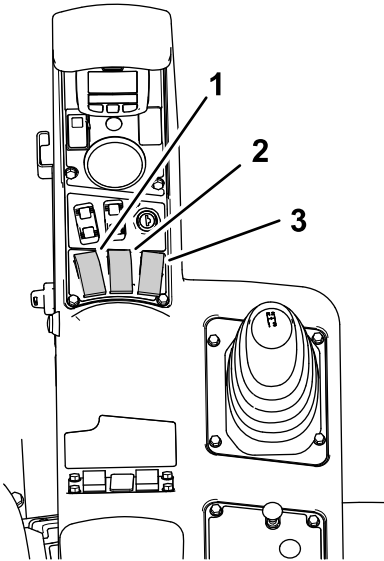
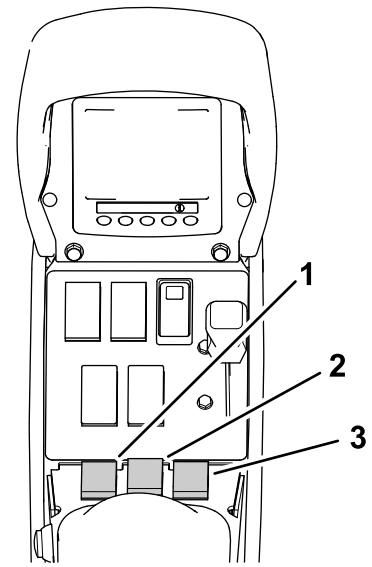

图 70
图 71
9. 将 3 个喷洒臂段开关位于机器控制台内设定至开启位置图 70 和图 71。